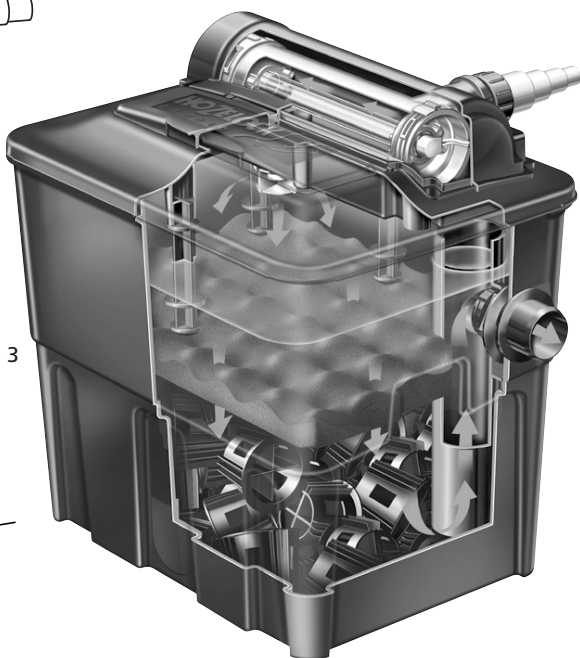

Fig 3
**UWAGA:** wysokość podnoszenia w pompie zasilająca urządzenie nie moŹe przekraczaĀ 6 m (0,3 bara). Tabela znajdująca się w instrukcji podaje informacje na temat pompy najlepiej nadającej się do danego filtra. Po zainstalowaniu woda będzie przepływać przez filtr, jak pokazano na rys. 3.